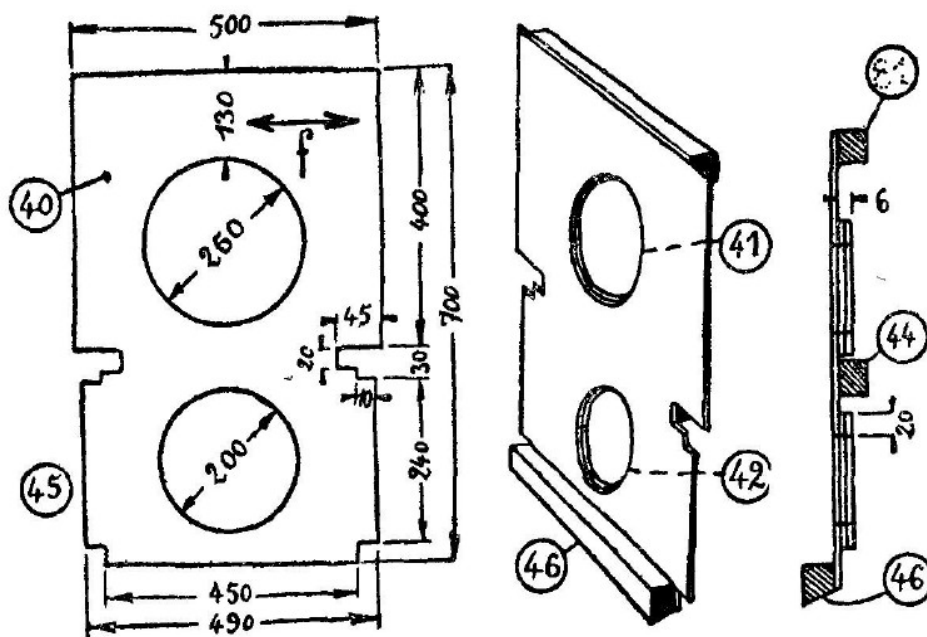

Fig. 18
Os dois lados têm agora de serem unidos pela parte de trás do assento do piloto (40) feita de madeira compensada de 3 mm. como mostrado na fig. 18. Os buracos (41, 42) reforçados com círculos de madeira compensada, dão acesso ao compartimento de bagagem. Os buracos e os círculos de madeira compensada podem ser cortados facilmente com um compasso de carpinteiro, do qual um braço foi munido de um estilete. Qualquer loja de ferragens poderá fornecê-la.